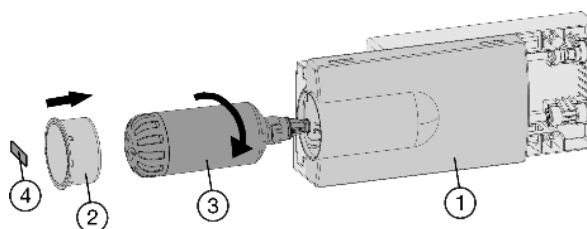

Fig. 36
- ▶ Coloque el filtro de agua Fig. 36 (3) y gírelo unos 100° hacia la derecha hasta que haga tope.
- ▶ Introduzca el cajón Fig. 36 (1).
- ▶ Coloque la tapa del filtro Fig. 36 (2).
- ▶ Anote la fecha de la próxima sustitución en la etiqueta adhesiva Fig. 36 (4) suministrada y pegue dicha etiqueta en el módulo.